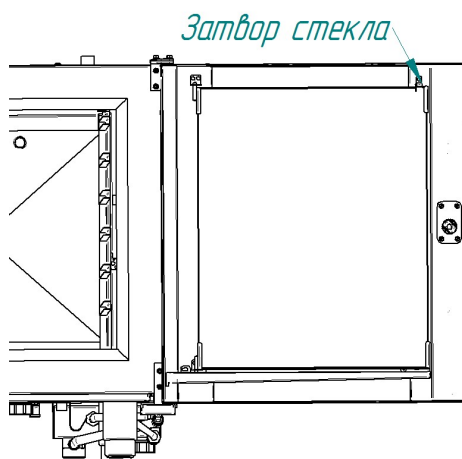

Рис.23 Месторасположение затвора внутреннего стекла двери
- по мере необходимости, поверните затвор стекла двери и откройте внутреннее стекло (см. рис.23).